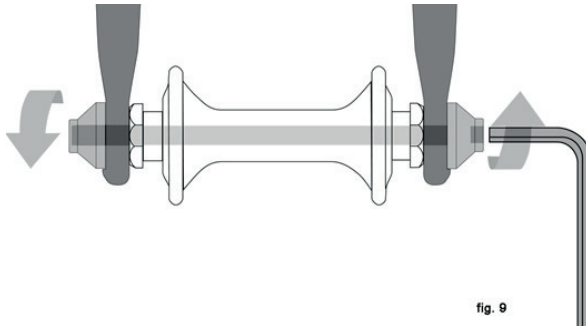

fig. 9
2. Durch eine hohle Nabenachse wird eine durchgehende Spannachse gesteckt, die an einem Ende mit einer Gewindemutter und am anderen mit einem Innensechskant-Aufsatz, Sicherungshebel oder einer anderen Spannvorrichtung gesichert wird (siehe, Abb.9).